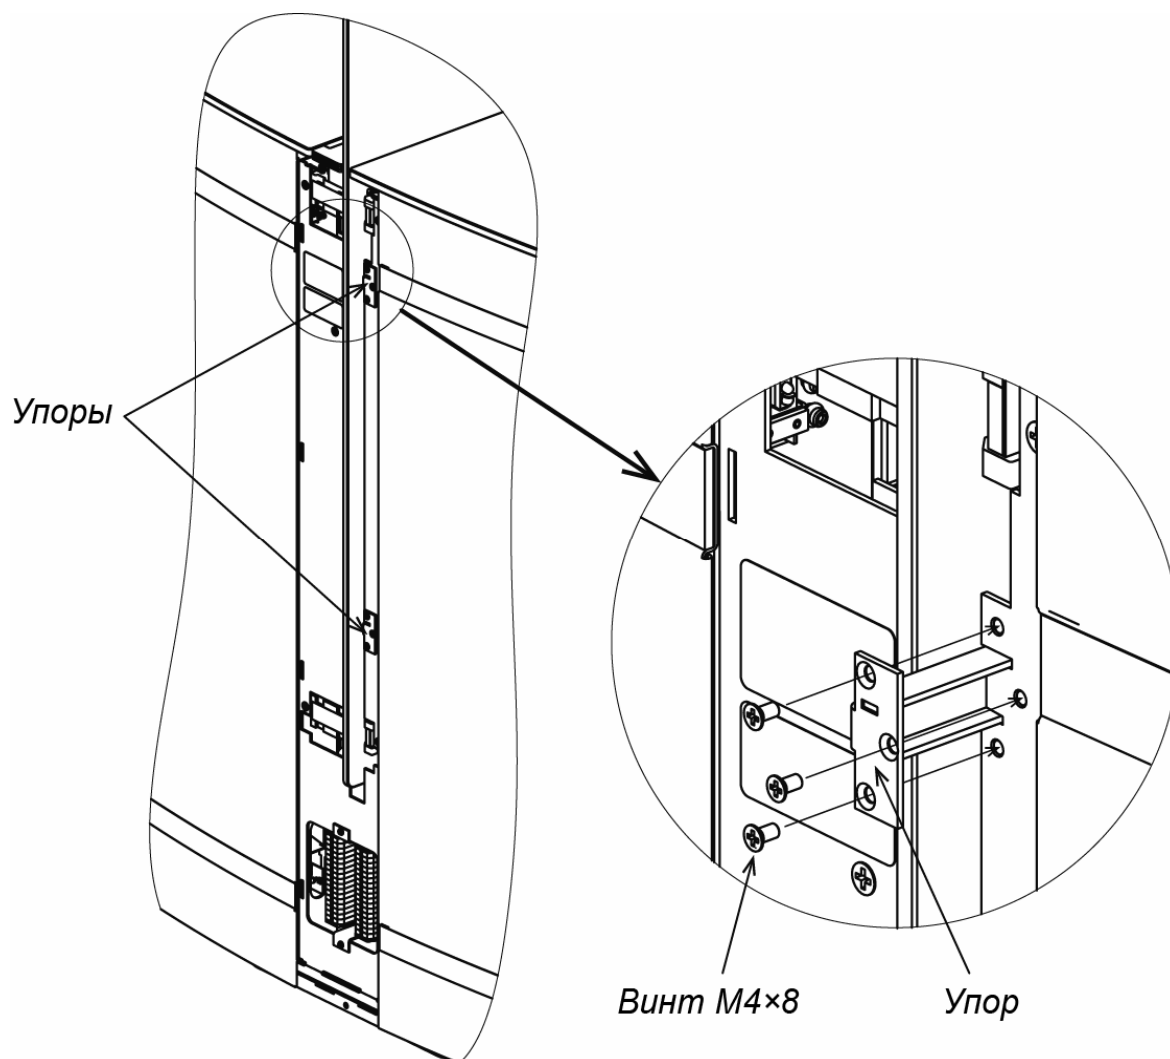

Рисунок 28. Установка упоров ограничителя вылета створки
5. Установите два специальных упора из комплекта поставки на корпус секции и закрепите каждый из них тремя винтами М4×8 (см. рис. 28):